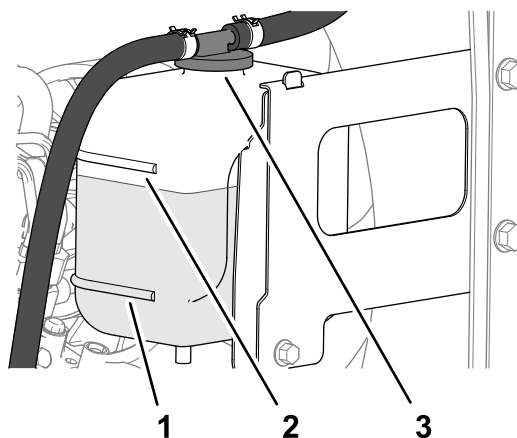

Figura 104
3. Compruebe el nivel de refrigerante en el depósito de expansión (Figura 104).